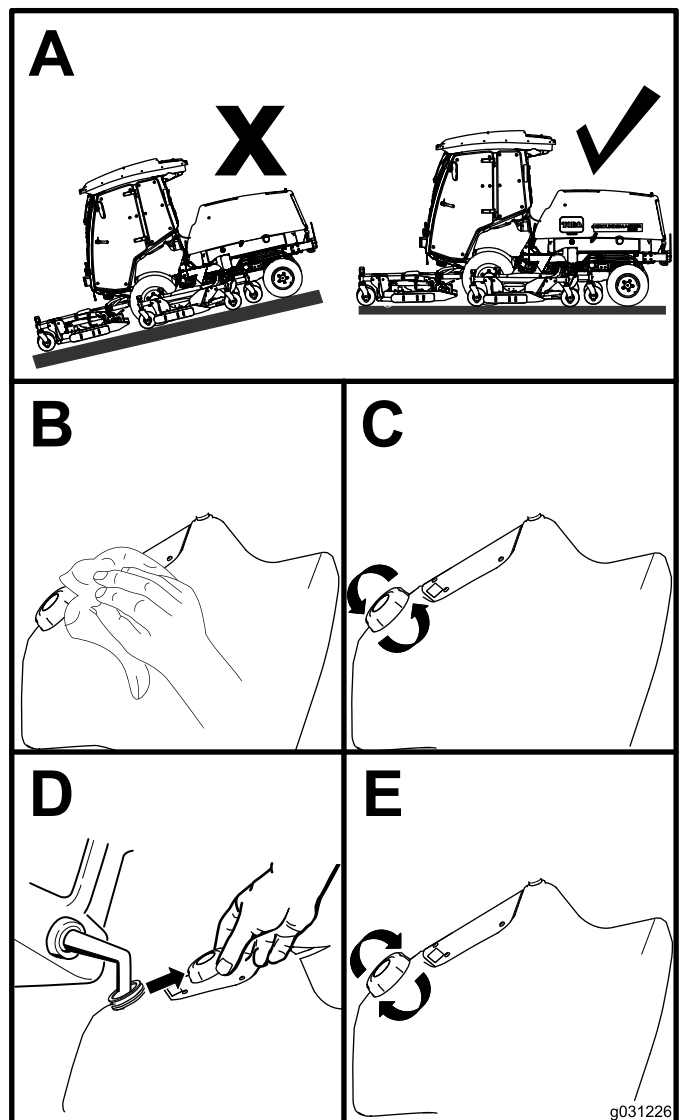

Bild 31
1. Stellen Sie die Maschine auf eine ebene Fläche (Bild 31).